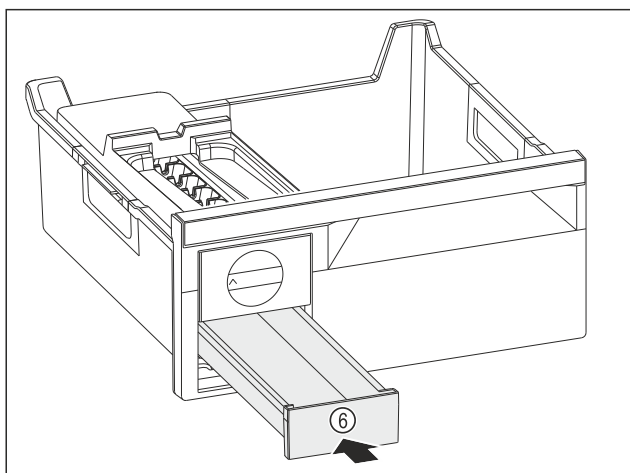

Fig. 136
- ▶ Skub isterningseskuffen Fig. 136 (6) ind.